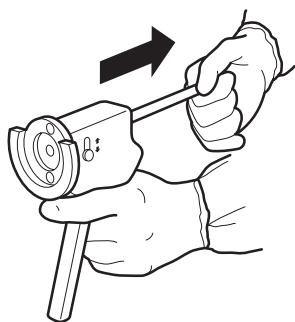

Figura 1
- Gire el émbolo para desengranar el sistema de empuje y, a continuación, tire hacia atrás del émbolo hasta que su disco quede contra el cuerpo de la pistola de cemento (figura 1).